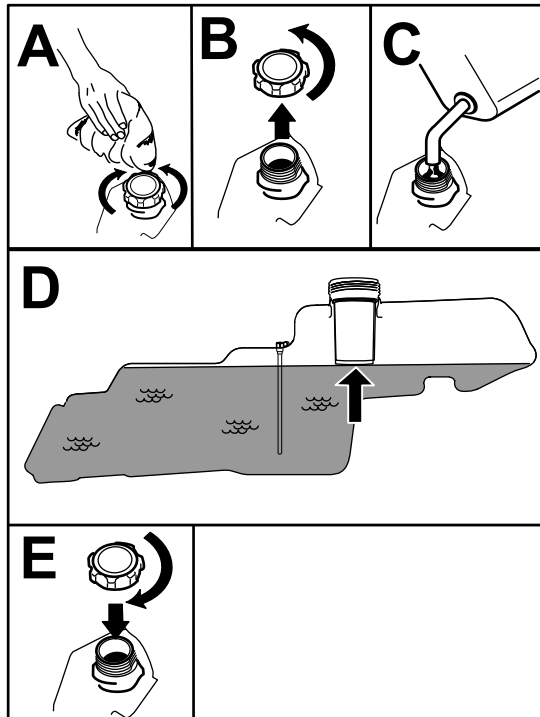

Figura 7
5. Llene el depósito de combustible hasta la parte inferior del cuello de llenado (Figura 7). No llene completamente el depósito de combustible